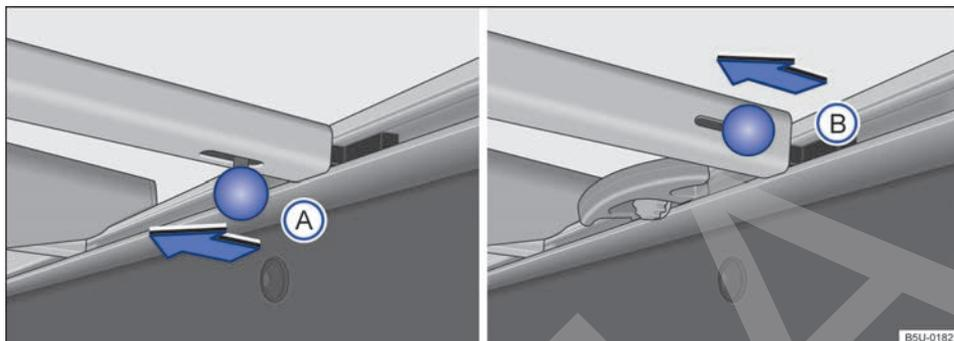
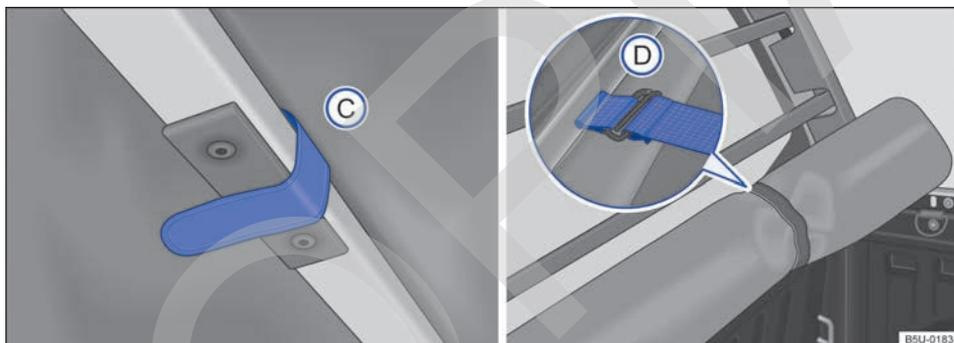

Fig. 31 Los travesaños en el compartimento de carga: (A) vehículos con soportes de amarre fijos, (B) vehículos con soportes de amarre deslizantes.
Fig. 32 En el compartimento de carga: tira de fijación y capota marítima correctamente recogida.
- Para la remoción del tipo (A) o (B), desplazar el perno de bloqueo en el sentido de la flecha → fig. 31. Para remover el travesaño que está cerca de la luneta, se necesita soltar las tiras de fijación de la capota → fig. 32 (C).
- Después de recoger totalmente la capota, sujétela con las cintas de fijación (D).